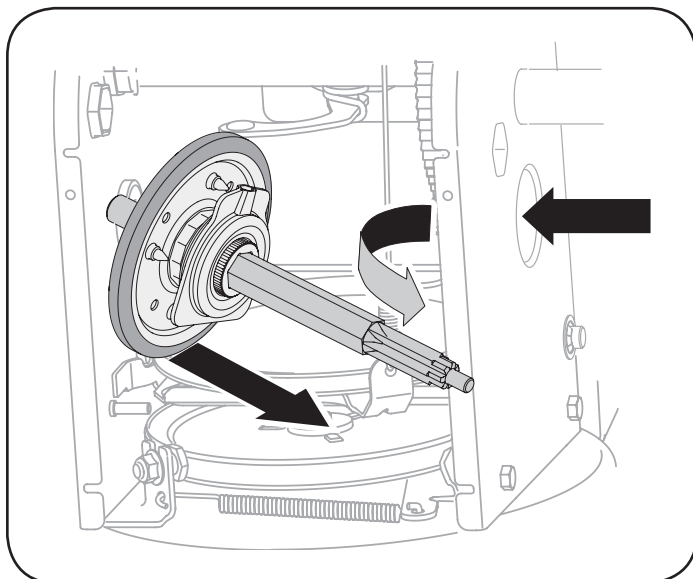

Figura 31
7. Con cuidado, ubique el eje hexagonal hacia abajo y hacia la izquierda antes de deslizar con precaución el montaje de la rueda de fricción fuera del eje. Vea la Figura 31.